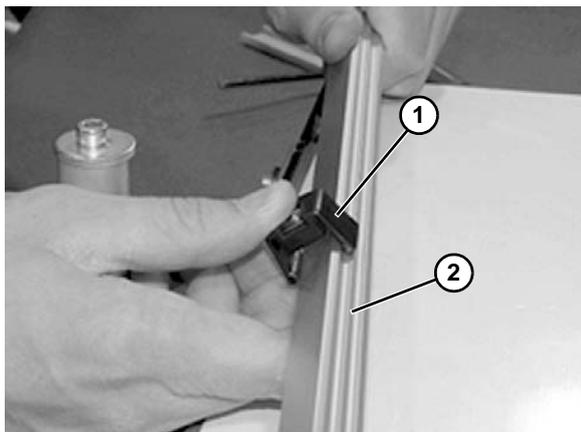

Abbildung 20
4. Klammer (**Abbildung 20, Teil 1**) auf Führungsschiene (**Abbildung 20, Teil 2**) einschnappen.